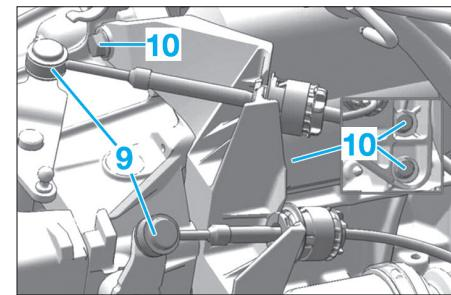
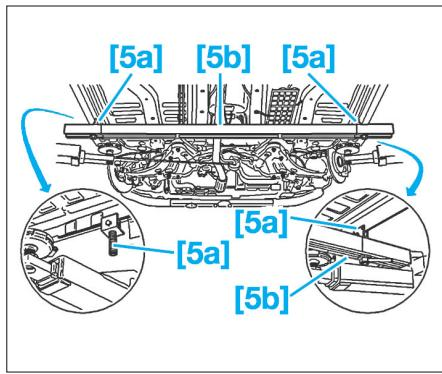

Fig. 4
Fig. 8
- Ecartez ce dernier (8) sans ouvrir le circuit hydraulique.
- Désaccoupler les biellettes de commandes de boîtes (9) (Fig.4).
- les vis de fixation du support de commande (10),
- A l'aide de l'outil [5] ou équivalent, positionner les pinces [5a] sur le bas de caisse du véhicule de chaque côté (Fig.8).